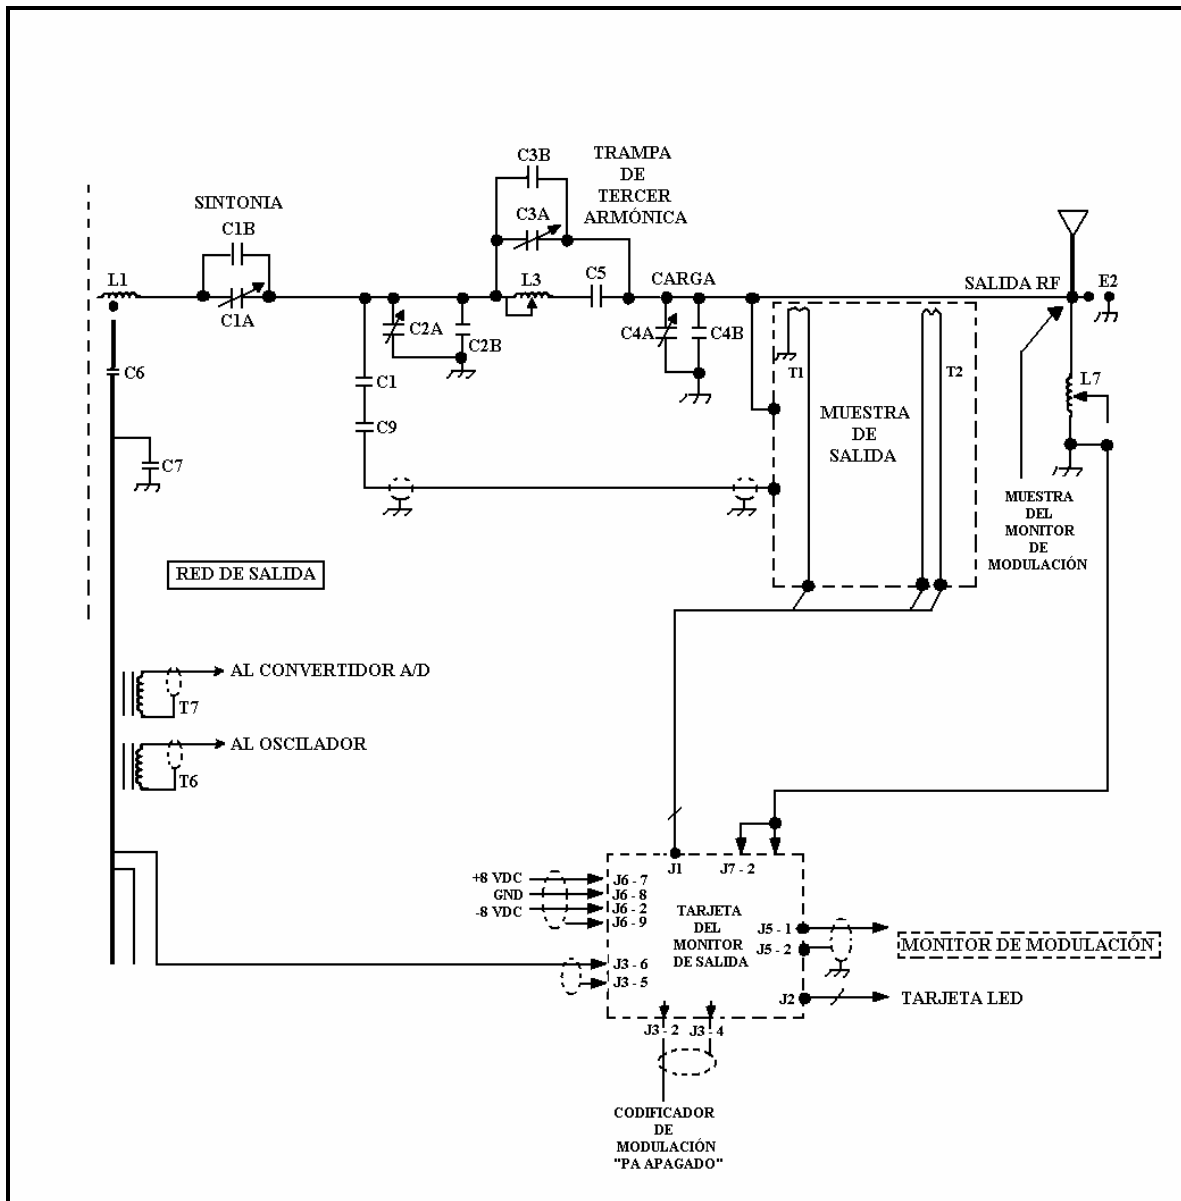

FIGURA 2.6.1 Diagrama de la Red de Salida.
La Red de Salida del Transmisor DX50 está conformada por el Filtro Paso Banda, la Red Adaptadora Pi y la Tarjeta del Monitor de Salida. Para referencia en la explicación del Filtro Paso Banda y la Red II, (ver figura 2.6.1).
- **Muestra de Corriente:** La Muestra de Corriente para el Acoplador Direccional llega del transformador de corriente T2 (ver figura 2.6.1); el devanado primario del transformador de corriente es una barra de cobre en la Red de Salida. Unos resistores convierten la corriente en dos voltajes RF que están 180° fuera de fase uno del otro, y también cargan el devanado para prevenir los altos voltajes que podrían aparecer a través del devanado sin carga.